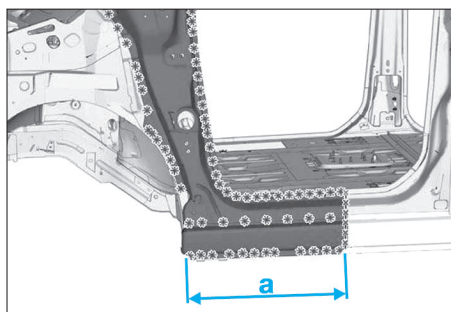

FIG. 43
- Tracer puis découper le montant inférieur du pied avant (a) selon la préparation de la pièce de rechange (Fig.43).